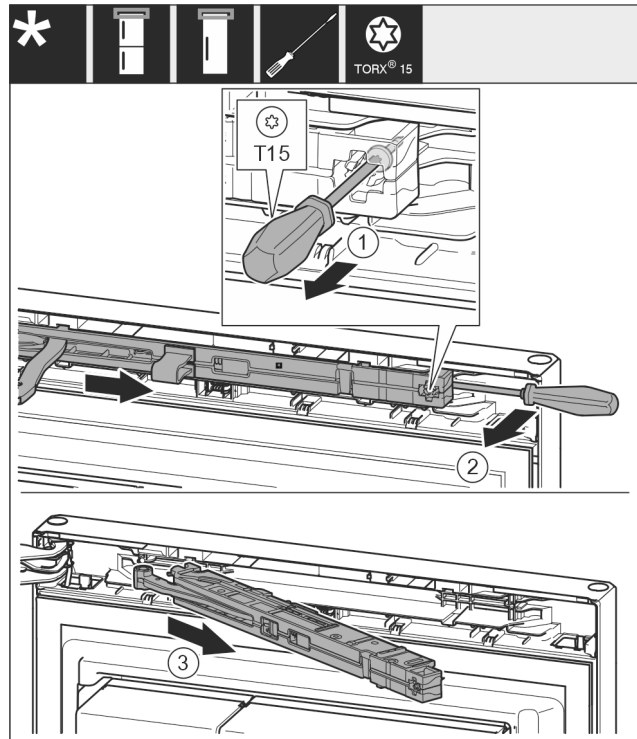

Fig. 9
- Desserrer la vis de l'unité d'amortisseur de fermeture d'env. 14 mm (9/16 in) avec un tournevis T15. Fig. 9 (1)
- Avec un tournevis, accéder à la partie postérieure de l'amortisseur de fermeture du côté de la poignée et faire tourner l'amortisseur vers l'avant. Fig. 9 (2)
- Sortir l'amortisseur de fermeture. Fig. 9 (3)